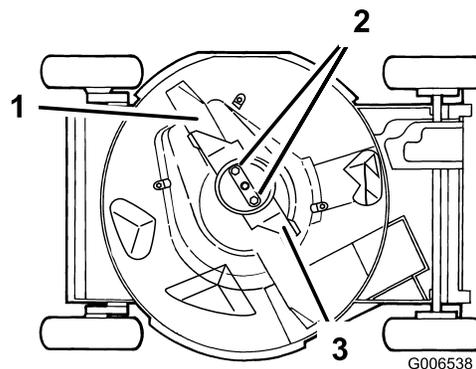

Figure 32
4. Basculez la tondeuse sur le côté **gauche** (filtre à air en haut) (Figure 32).